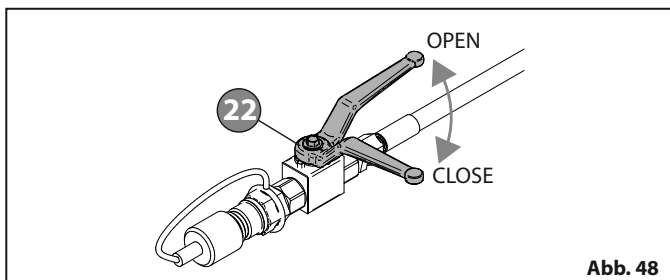

**Abb. 47**
**GLEICHUNGEN FÜR DEN ABSTAND ZUM TRAKTORRAD "Abb. 47".**